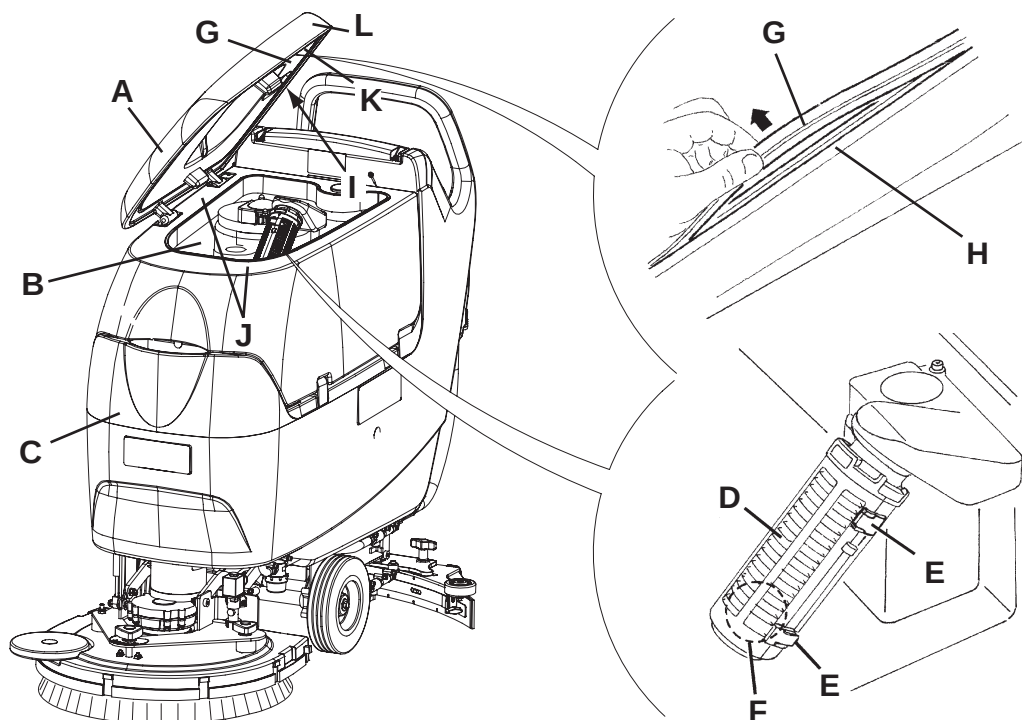

Figure 4
2. Appuyer sur les boutons-poussoirs (71) et / ou (73) pour arrêter la machine.
3. Baisser l'embouchure (25) au moyen du levier (10).
4. Desserrer les boutons (26) et déposer l'embouchure (25).
5. Déconnecter le tuyau d'aspiration (15) de l'embouchure.
6. Laver et nettoyer l'embouchure (Fig. 4). Nettoyer en particulier les compartiments de convoyage (A, Fig. 4) et l'orifice d'aspiration (B) de la saleté et des déchets. Contrôler que la lamelle en caoutchouc avant (C) et la lamelle en caoutchouc arrière (D) sont intactes et qu'elles ne présentent pas de coupures ou déchirures ; en cas contraire, les remplacer (voir la procédure au paragraphe suivant).
3. Ouvrir le couvercle (A, Fig. 4) et le porter dans la position de lavage (L).
4. Nettoyer et laver à l'eau propre le couvercle (A), les réservoirs (B et C) et la grille d'aspiration avec fermeture automatique à flotteur (D).